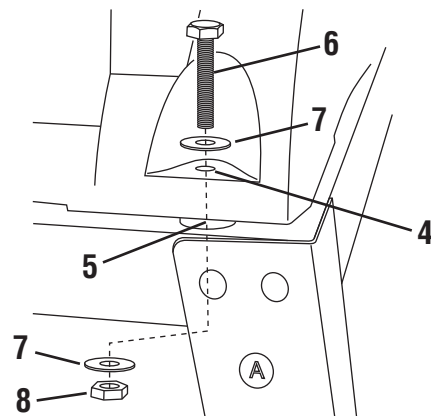

FIG. 31
1. Place the table saw onto the assembled leg stand so that the four (4) mounting holes **4** in the base of the saw are over the four (4) mounting holes in the front and rear top plates **5** (Fig. 31).
2. Secure the table saw to the leg stand using four (4) bolts **6**, washers **7**, and lock nuts **8**.
1. Placez la scie de table sur le support assemblé de façon que les quatre (4) trous de montage **4** de la base de la scie soient situés au-dessus des quatre (4) fentes de montage des deux plaques supérieures longues **5** (Fig. 31).
2. Assujettissez la scie de table sur le support à quatre pieds en utilisant quatre (4) boulons **6**, rondelles **7** et contre-écrous **8**.
1. Coloque la sierra de mesa sobre la base de soporte con patas ensamblada, de manera que los cuatro (4) agujeros de montaje **4** ubicados en la base de la sierra estén sobre las cuatro (4) ranuras de montaje ubicadas en las dos placas superiores largas **5** (Fig. 31).
2. Sujete firmemente la sierra de mesa a la base de soporte con patas utilizando cuatro (4) pernos **6**, arandelas **7** y tuercas de fijación **8**.